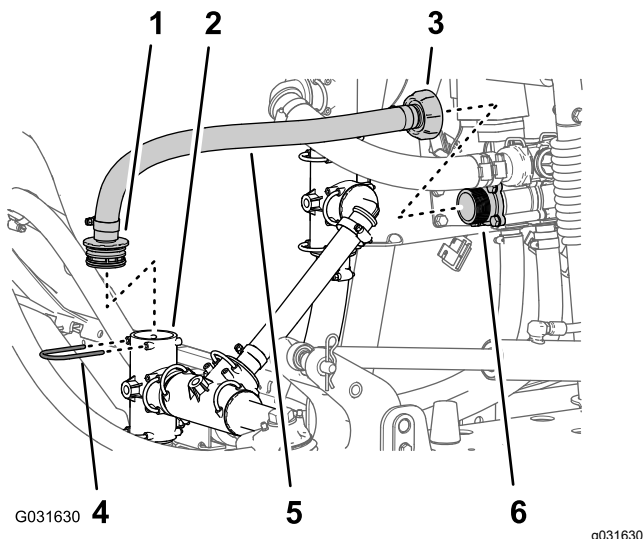

Figure 35
4. Déposez l'étrier qui fixe le raccord cannelé droit du flexible de dérivation au raccord en T de la pompe de pulvérisation (Figure 35)
5. Desserrez l'écrou adaptateur sur l'extrémité intérieure du flexible de dérivation du raccord adaptateur sur la vanne de dérivation (Figure 35).
6. Retirez le flexible de la machine (Figure 35).